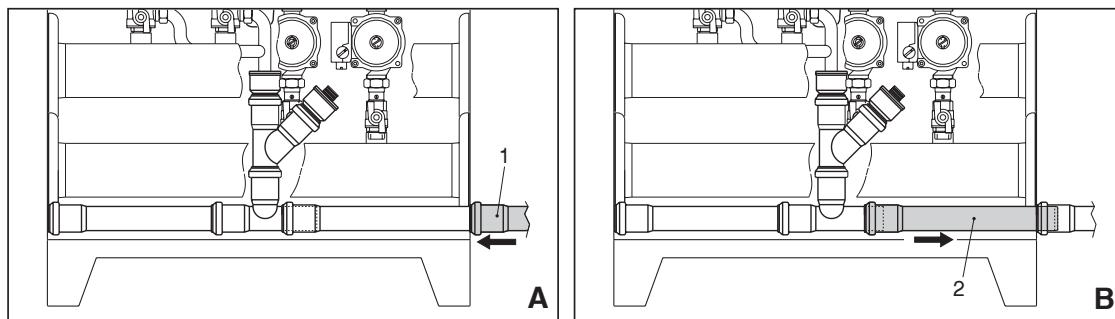

fig. 7
- Cuplati tubul de descarcare condens la o conducta Ø40 pentru evacuarea condensului produs in timpul functionarii (vezi fig. 7).